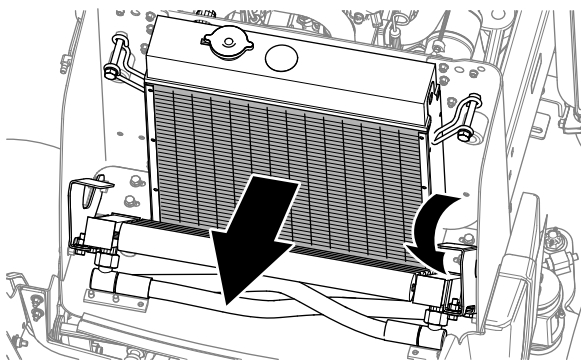

**Figura 80**
6. Limpie el enfriador de aceite con aire comprimido a baja presión (3,45 bar) (Figura 80).
7. Gire hacia dentro los enganches del enfriador de aceite y gire el enfriador (Figura 80 y Figura 81).